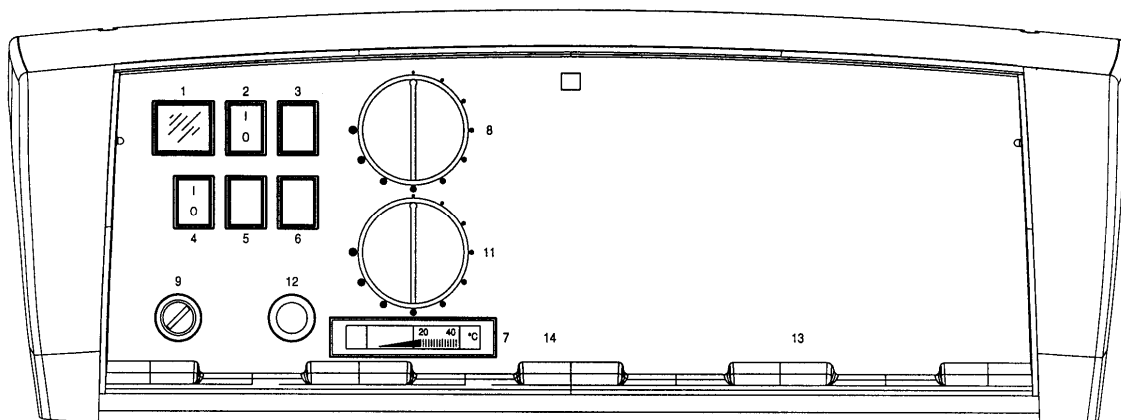

Рис. 3
3.4 ПАНЕЛЬ УПРАВЛЕНИЯ ОПЦИОННО REX/REX F/REX K/REX K F (Рис. 3)